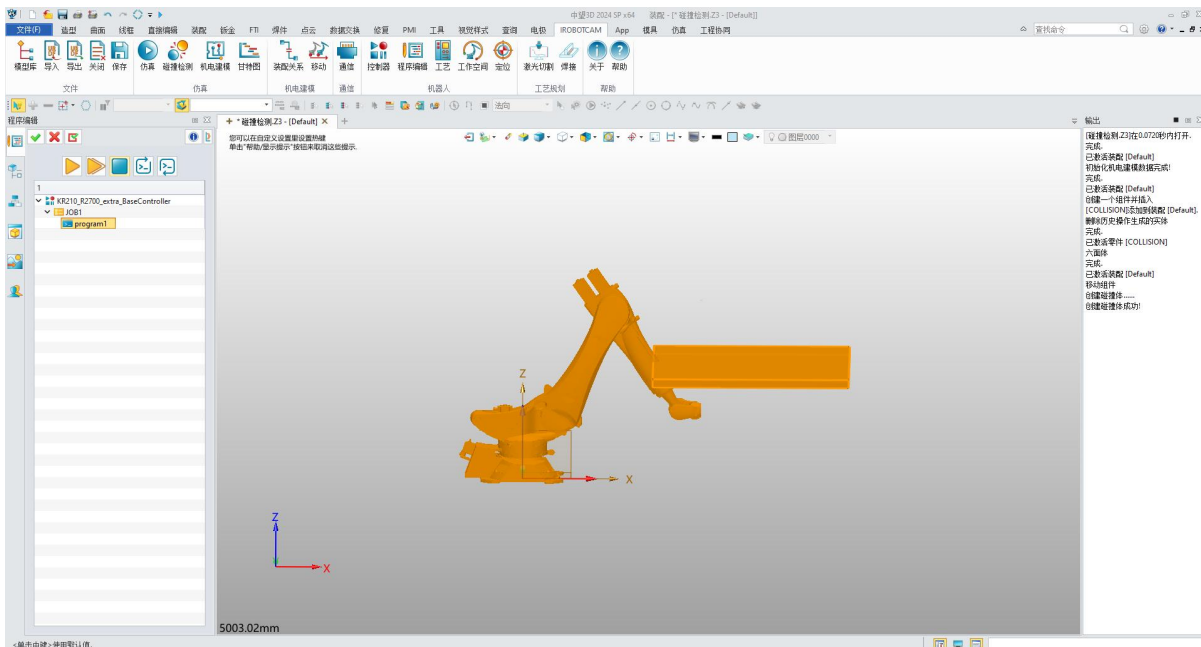

图 11-20: 仿真验证
- 使用“MOVL”命令，并将“loc-1”和“loc-2”指定为运动目标。(图 11-20)